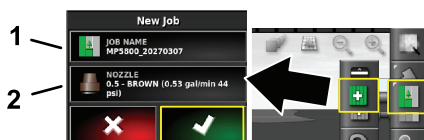

Figure 11
1. Appuyez sur l'icône de tâche sur la droite de l'écran (Figure 11).
2. Appuyez sur le nom associé à la tâche (Figure 11).
- Appuyez sur l'icône de tâche en haut à droite de l'écran (Figure 11).